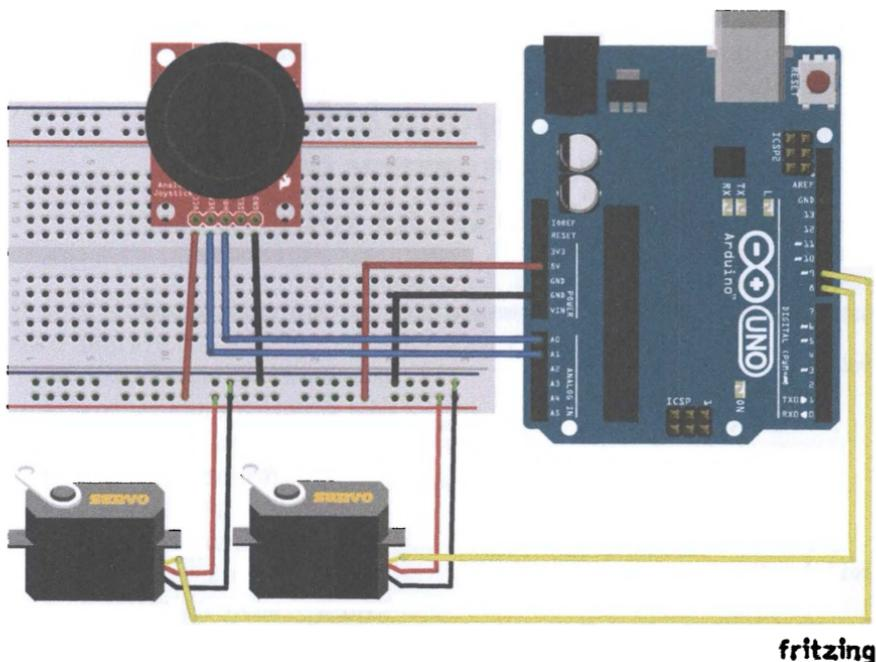

Рис. 18.2. Схема подключения платы джойстика и Pan/Tilt Bracket к Arduino
1. Подключаем джойстик к плате Arduino по схеме на рис. 18.2.
Создадим более понятный пример использования джойстика – для управления положением кронштейна Pan/Tilt Bracket с двумя сервоприводами, на котором можно разместить, например, камеру и менять положение камеры влево/вправо и вниз/вверх с помощью джойстика. Схема соединений для данного эксперимента показана на рис. 18.2.
2. Подключаем джойстик и Pan/Title Bracket к плате Arduino по схеме на рис. 18.2.